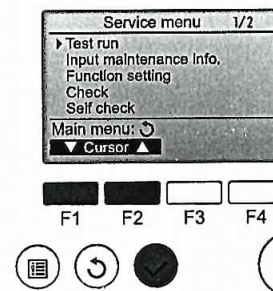

Fig. 7-1
- ① W menu serwisu wybrać pozycję "Test run" (Ruch próbny), a następnie nacisnąć przycisk [WYBIERZ]. (Fig. 7-1)